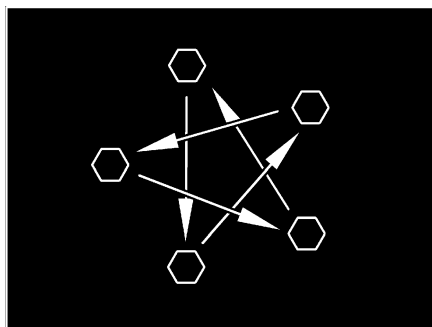

Fig. 263 Serrer en croix les écrous ou les boulons de roue
- Vérifier régulièrement le serrage des écrous ou des boulons de roues. Resserrer alternativement et en croix (Fig. 263) tous les écrous ou les boulons de roue 50 km après le changement d'une roue.
- ▷ Serrer en croix les écrous ou les boulons de roue (Fig. 263).